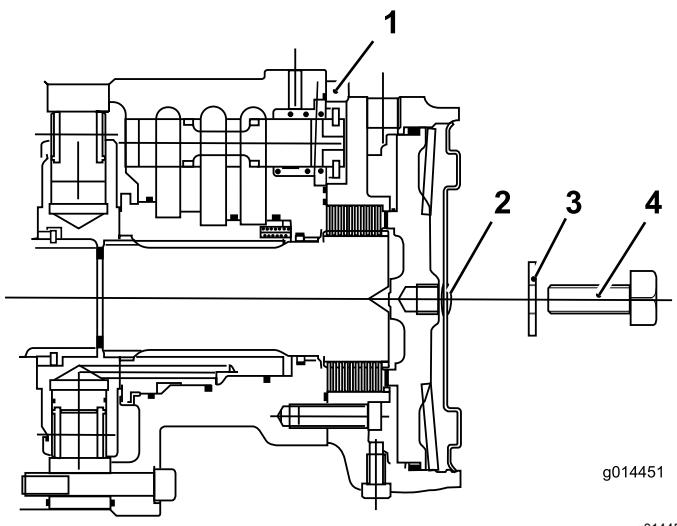

Figure 45
1. Retirez le boulon (12 x 40 mm) et la rondelle (12 mm) du trou au centre de la plaque d'extrémité du moteur (Figure 45).